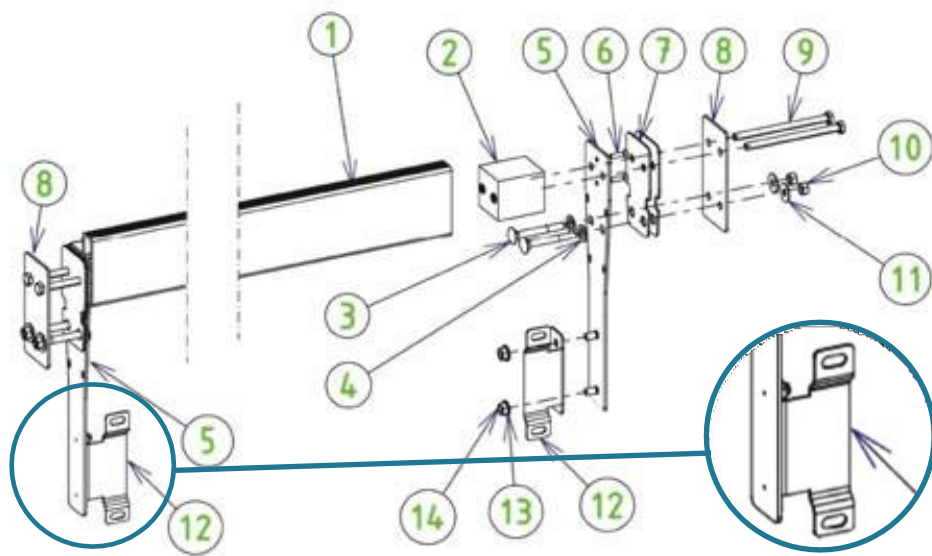

Figure 41 – Assemblage et montage de la poutre
Les étapes de montage de la poutre sont illustrées à la Figure 41. La visserie nécessaire à ce montage se trouve dans le sachet Y. Sur cette figure, la paroi de bois est située entre les pièces 7 et 8, et le liner est situé entre les deux joints (7) en caoutchouc.
Montez les deux équerres de support de parois de séparation (12) sur les platines (5) par le biais de quatre écrous (14) et quatre rondelles (13) de diamètre 8 mm en inox A4. Les avancées sur lesquelles de situent les trous oblongs sur les équerres (12) doivent se situer du même côté de la poutre (voir zoom à la Figure 41).
Pour finir, fixez la paroi de séparation sur les équerres (pièce 12 de la *Figure 41*) grâce à quatre vis (7) à tête poêlier 8 x 16, quatre rondelles et quatre écrous de diamètre 8 mm en inox A4.